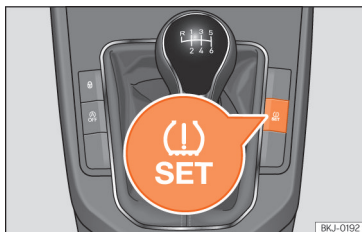

Abb. 274 Mittelkonsole: Taste für die Reifenkontrollanzeige
Bei Fahrzeugen ohne Radio, halten Sie die Taste (L) **SET** » **Abb. 274** bei eingeschalteter Zündung gedrückt, bis Sie ein akustisches Signal hören.